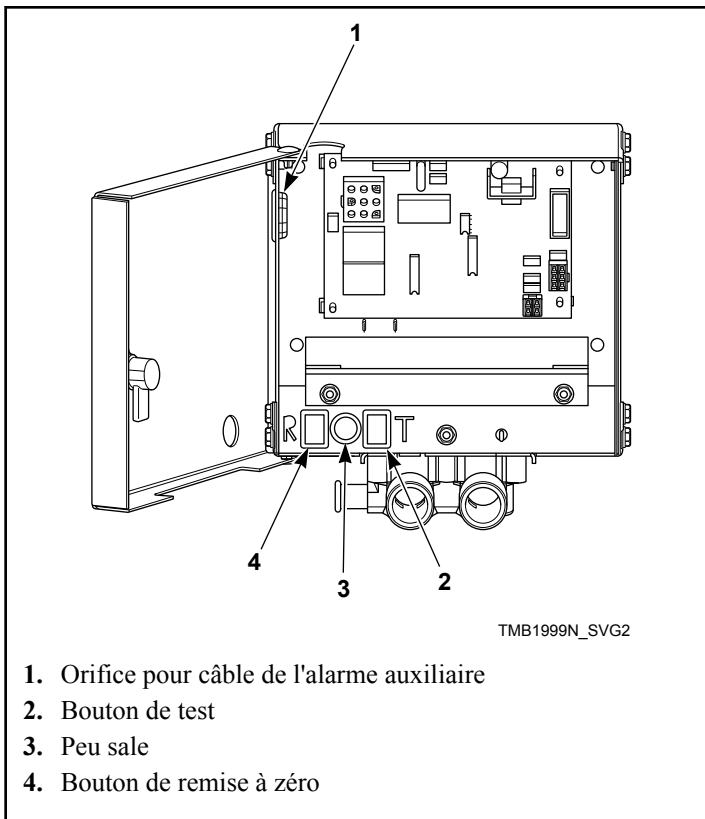
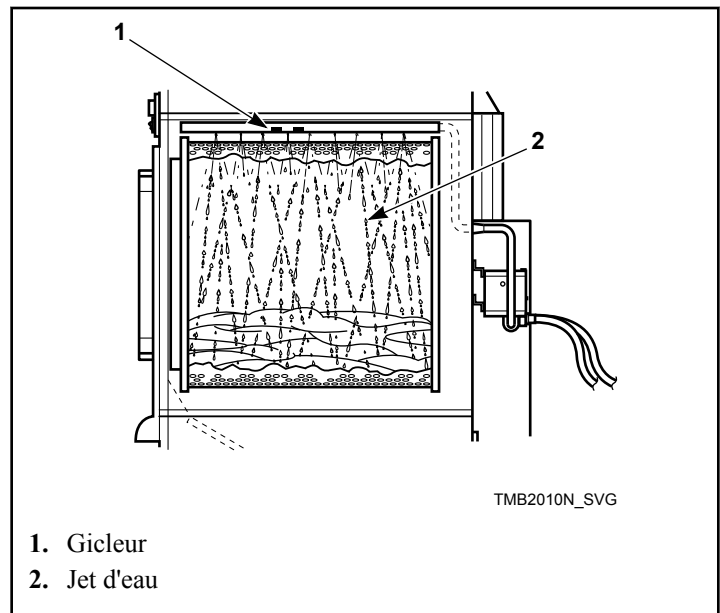

Figure 67
Figure 68
6. Presser et tenir le bouton de test et vérifier que la lumière s'allume ; ceci devrait prendre environ cinq secondes. Se reporter à la *Figure 67* . Après une seconde, le gicleur devrait produire un jet d'eau à l'intérieur du tambour.
7. Après 15 secondes, presser et tenir le bouton remise à zéro, jusqu'à ce que le jet cesse et la lumière s'éteint. Ceci devrait prendre environ une seconde. Se reporter à la *Figure 67* et à la *Figure 68* .